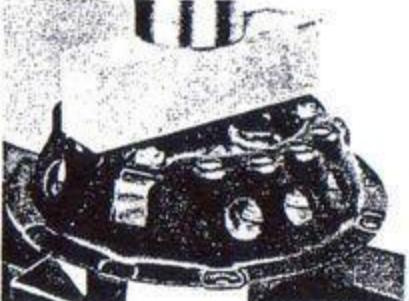

Bild 55. Anslag mot pressdörren.
- Placera kopplingen i en press med två plankbilar under tryckplattan och en plankbit på fästplattan (bild 55) som anslag mot pressdörren. Tryck ihop kopplingen. Ta bort muttrarna till hävarmarna.